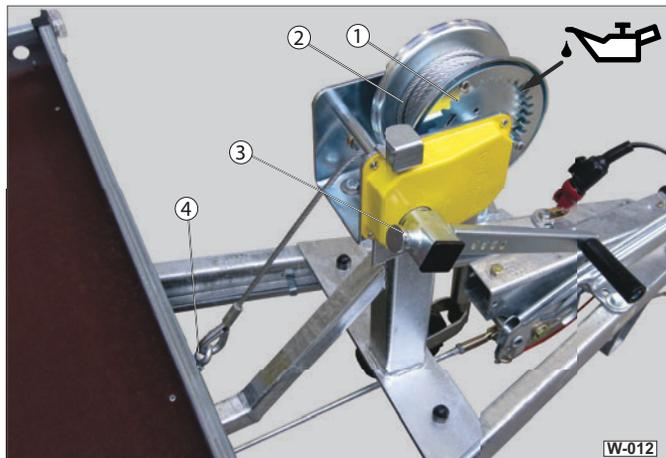

Abb. 12 Seilwinde prüfen / ölen
- ▶ Lösen Sie den Haken (Abb. 12/4) aus der Öse.
- ▶ Ziehen Sie das Drahtseil (Abb. 12/2) komplett aus.
- ▶ Prüfen Sie die Zahnsegmente (Abb. 12/1) auf Beschädigungen.
- ▶ Prüfen Sie die Trommel (Abb. 12/2) auf Deformation / Abrieb.
- ▶ Stecken Sie die Kurbel (Abb. 12/3) auf den Ansatz und prüfen Sie, dass diese sicher einrastet.